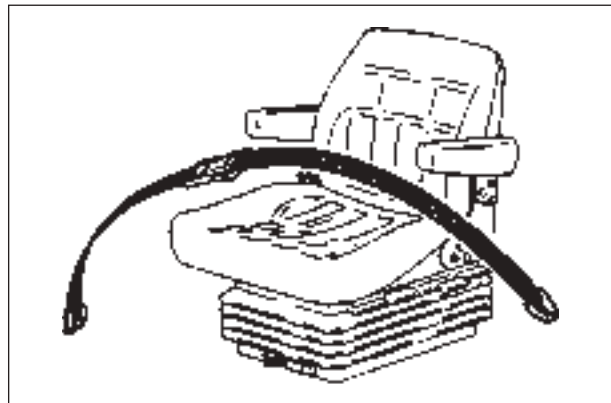

Fig. 2
- Equípese siempre con los cinturones de seguridad - regulados bien ajustados - a menos que opere con el bastidor de seguridad plegado (Fig.2).
- Controle que el cinturón de seguridad no esté dañado. Si el cinturón está dañado es obligatorio sustituirlo (Fig.2).